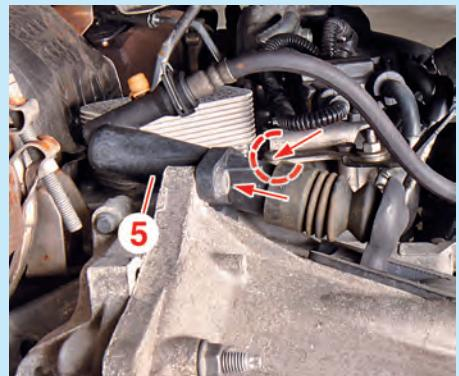

Fig.2
• Ecarter le cylindre récepteur d'embrayage (5) (Fig.2)